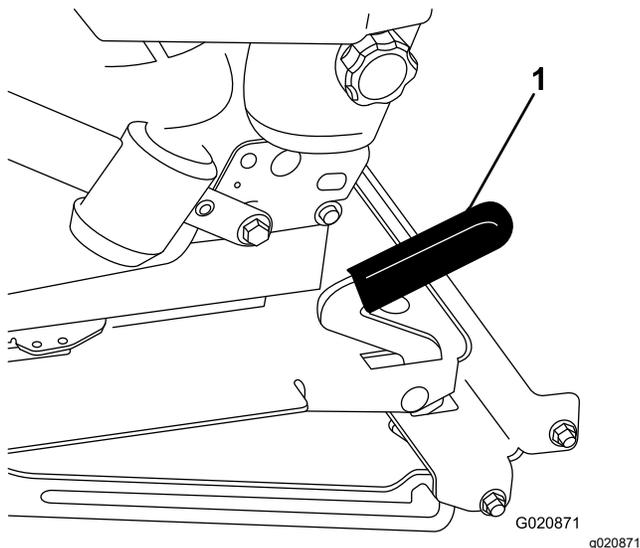

Figura 17
2. Empurre a alavanca do banco para a frente e eleve-o para desengatar o banco (Figura 17).